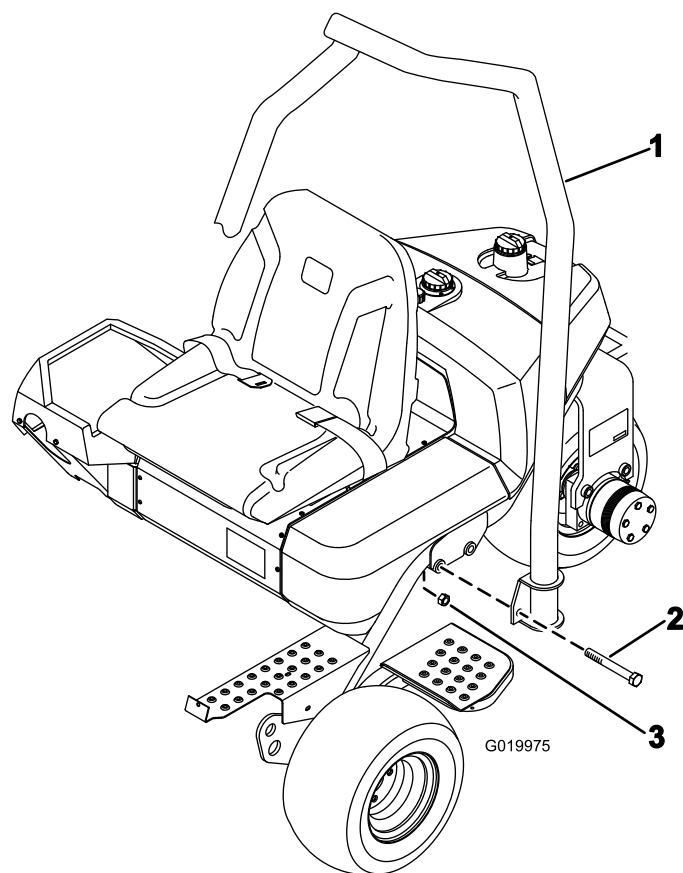

Figura 7
2. Abbassate il roll-bar sul telaio, allineandolo con i fori di montaggio (Figura 7).
3. Fissate ogni lato del roll-bar al telaio con 2 bulloni ($\frac{5}{8}$ " x $4\frac{1}{2}$ ") e dadi di bloccaggio come mostrato in Figura 7.
1. Disponete il roll-bar in modo che l'estremità del tubo sia curvato verso la parte anteriore della macchina (Figura 7).